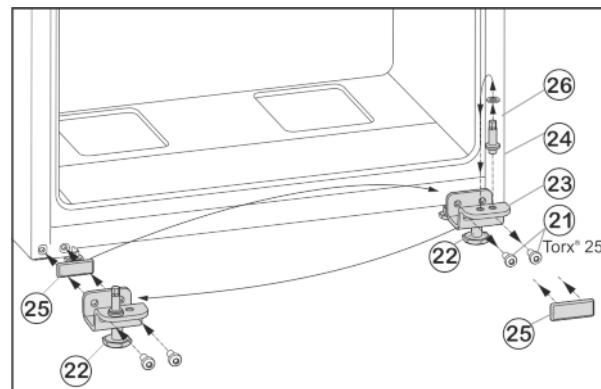

Fig. 7
- Noskrūvējet stiprinājuma skrūves Fig. 7 (21).
- Noņemiet apakšējo gultņa balstu Fig. 7 (23) kopā ar gultņa skrūvi Fig. 7 (24), paplāksni Fig. 7 (26) un kājiņu Fig. 7 (22).
- ▶ Noskrūvējiet gultņa skrūvi Fig. 7 (24) kopā ar paplāksni Fig. 7 (26), pārlieciet gultņa balsta pretējā caurumā un atkal pieskrūvējiet.
- ▶ Uzmanīgi norēmiet aizsargplāksni Fig. 7 (25) un pārlieciet pretējā pusē.
- ▶ Atkal pieskrūvējiet apakšējo gultņa balstu Fig. 7 (23) kopā ar gultņa skrūvi Fig. 7 (24), paplāksni Fig. 7 (26) un kājiņu Fig. 7 (22) jaunajā eņģu pusē, ja nepieciešams ar akumulatora skrūvgriezi **stingri** (ar 4 Nm).
- ▶ Uzlieciet apakšējās durvis no augšas uz gultņa skrūves Fig. 7 (24).
- ▶ Izskrūvējiet kājiņu Fig. 7 (22) no apakšējā gultņa balsta Fig. 7 (23), līdz tā balstās uz grīdas.